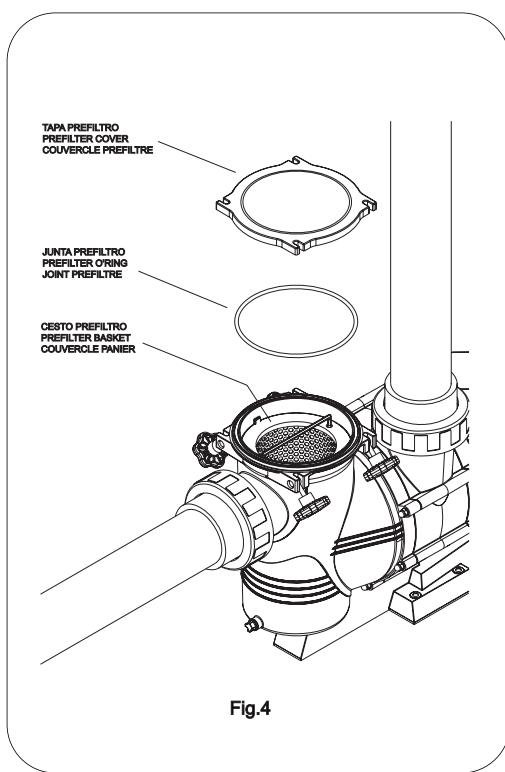

Fig.4
1. Abrir la tapa del prefiltro (ver Fig. 4)
- Cada vez que se abra el prefiltrado, limpiar de impurezas el asiento de la junta y la propia junta, para asegurar la estanqueidad en el cierre de la tapa (Fig.4).